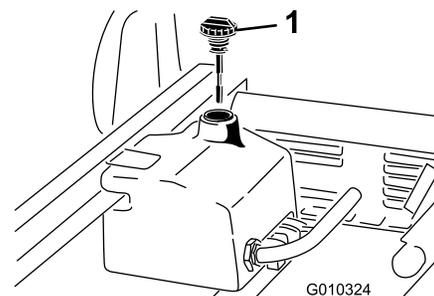

Bild 20
- Reinigen Sie den Bereich um den Einfüllstutzen und den Deckel des Hydraulikbehälters (Bild 20). Drehen Sie den Deckel vom Einfüllstutzen ab.
2. Entfernen Sie den Peilstab (Bild 20) aus dem Einfüllstutzen und wischen ihn mit einem sauberen Lappen ab. Stecken Sie den Peilstab in den Einfüllstutzen und ziehen ihn dann heraus, um den Ölstand zu prüfen. Der Ölstand sollte sich zwischen den beiden Marken am Peilstab befinden.